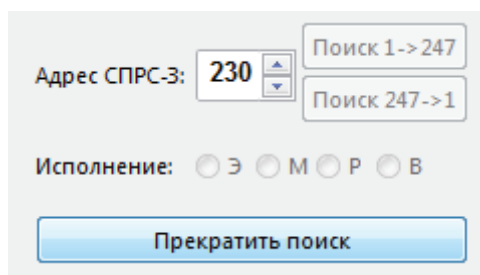

Рисунок 7 Кнопка остановки поиска modbus-адреса СПРС-3
3.7 Остановить поиск modbus-адреса СПРС-3 можно нажатием на кнопку «Прекратить поиск» (рисунок 7).